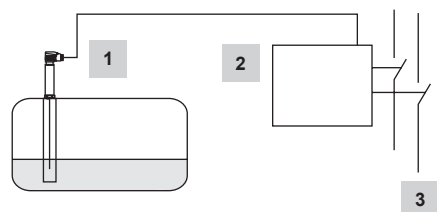

Fig. 7
**Fig. 7** Gruppo formato da 1 sonda di livello LP40 e 1 unità di controllo LCS3050 che funge da limitatore di livello. Il controllore apre due circuiti di sicurezza indipendenti. Sicurezza funzionale IEC 61508, SIL 3. Ulteriori applicazioni in conformità alle normative nazionali